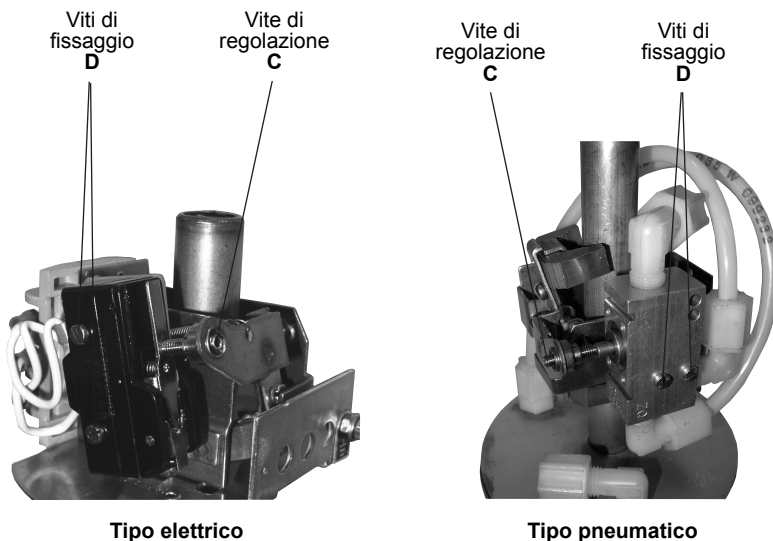

Fig. 7 - Interruttori elettrico e pneumatico
- 2 - Togliere le 2 viti di fissaggio "D" (vedi Fig. 7 tipo elettrico) e rimuovere l'interruttore.
- 4 - Muovere manualmente il braccio porta-magnete assicurandosi che l'interruttore sia adeguatamente azionato cioè apra e chiuda regolarmente; agire se necessario sulla vite "C", vedere Fig.7 tipo elettrico.
- 2 - Togliere le 2 viti di fissaggio "D" (Fig. 7 tipo pneumatico) e rimuovere la valvola.
- 4 - Muovere manualmente il braccio porta-magnete assicurandosi che l'interruttore sia adeguatamente azionato cioè apra e chiuda regolarmente; agire se necessario sulla vite "C", vedere Fig. 7 tipo pneumatico.
Verificare l'allineamento tra la vite di regolazione "C" e la leva di azionamento del microinterruttore (Fig. 7 tipo elettrico). Accertarsi che il microinterruttore commuti regolarmente azionando manualmente il braccio porta-magnete.
Verificare l'allineamento tra la vite di regolazione "C" e il pulsante di comando della valvola (Fig. 7 tipo pneumatico).